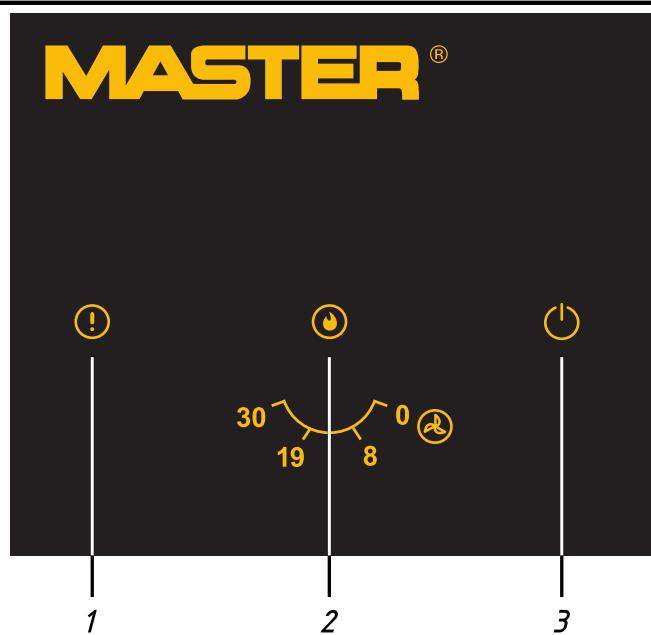

Fig. 3
► Fig. 3 Вид панели переднего модуля управления нагревателя на универсальном масле: